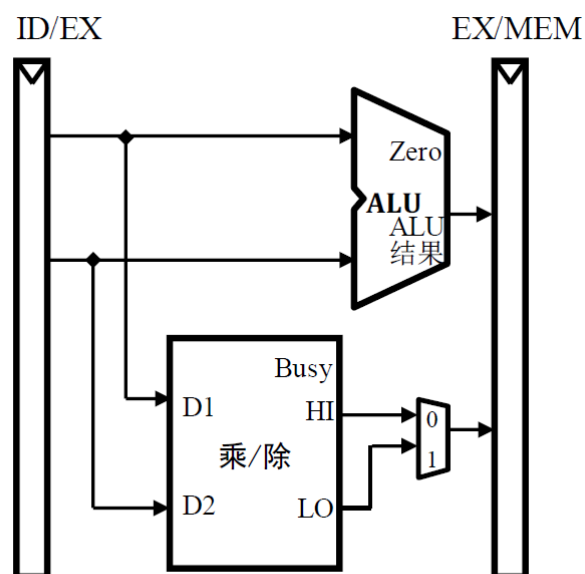

图 1 流水线 EX 阶段的乘/除部件
8. 乘除法部件。为了支持 mult, multu, div, divu, mfhi, mflo, mthi, mtlo 这些乘除法指令，需要设计独立的乘/除功能部件，该部件位于流水线的执行级（EX级），如图1所示。